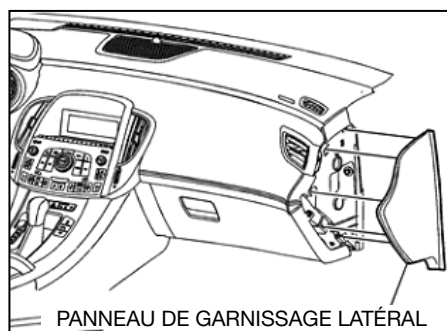

Fig. 17
1. Retirez le panneau de garnissage latéral (voir Fig. 17).